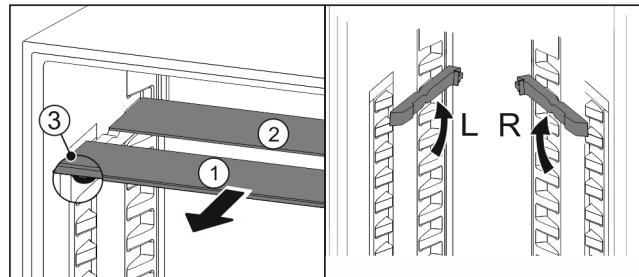

Fig. 91
- Steklene plošče posamično izvlecite Fig. 91 (1) naprej.
- Steklena plošča Fig. 91 (1) z okrasno letvijo je spredaj.
- Zaustavljalniki Fig. 91 (3) so obrnjeni navzdol.